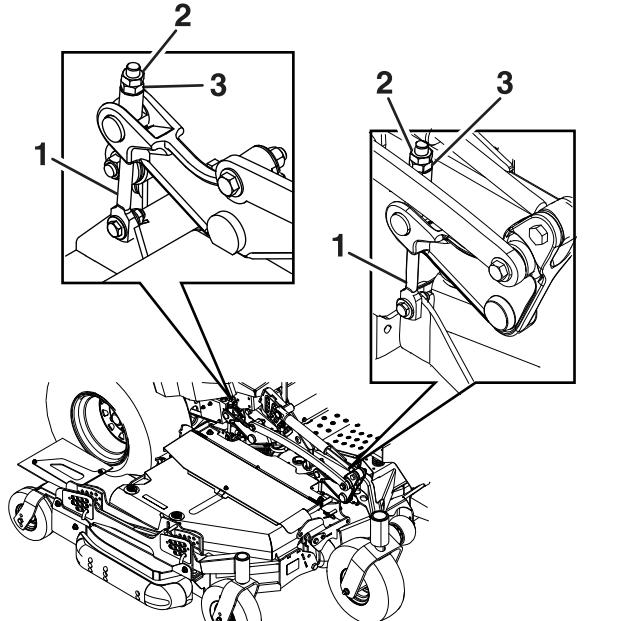

Figure 75
Desserrez les écrous de blocage au sommet de chaque dispositif de réglage du tablier. Ajustez précisément le dispositif de réglage du tablier avant en le tournant pour obtenir la hauteur correcte pour les pointes des lames avant gauche et droite du tablier central (Figure 75).
- Si les 4 dispositifs de réglage du tablier (Figure 75) ne disposent pas d'un réglage suffisant pour produire la hauteur de coupe précise avec l'inclinaison souhaitée, vous pouvez utiliser le système monopoint pour obtenir un réglage supplémentaire.
- Pour régler le système monopoint, commencez par desserrer les boulons de fixation des plaques de hauteur de coupe avant et arrière (Figure 75).